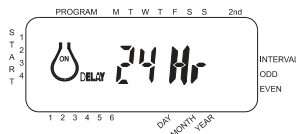

Figure 14: Affichage illustrant le mode Délai pluie
- Pour effacer le mode délai pluie, appuyer sur EFFACER [Voir Figure 14].